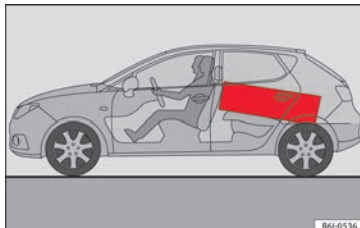

Bild 147 Placera tunga föremål så långt fram som möjligt
- Placera tunga föremål så långt fram som möjligt i bagagerummet »» bild 147.